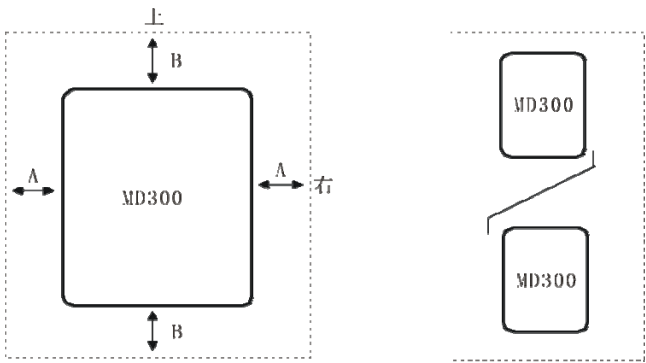

图 3-1 变频器安装位置示意图
- 1) 请垂直安装变频器，便于热量向上散发。但不能倒置。若柜内有较多变频器时，最好是并排安装。在需要上下安装の場合，请参考图 3-1 的示意，安装隔热导流板。
- 2) 安装空间遵照图3-1所示，保证变频器的散热空间。但布置时请考虑柜内其它器件的散热情况。